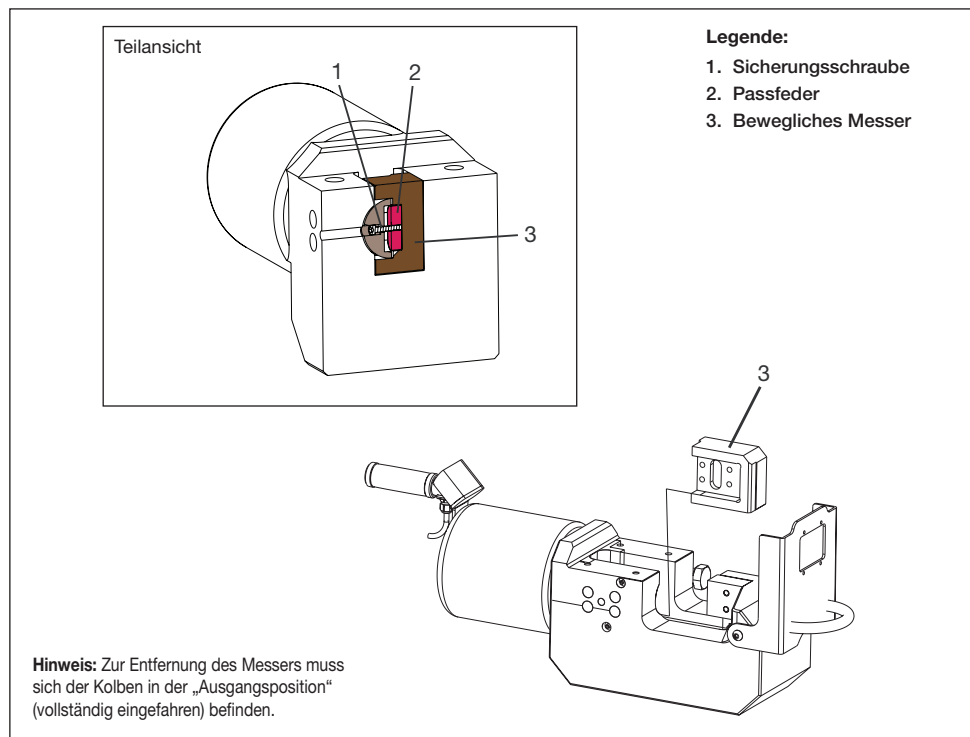

Abbildung 17, Austausch des beweglichen Messers (Ansicht 2 von 2)
7. Lösen Sie die Sicherungsschraube der Passfeder (Abbildung 17, Element 1). Lösen Sie die Schraube soweit, bis diese vollständig von der Gewindebohrung in der Passfeder abgeschraubt ist (Abbildung 17, Element 2).
8. Drücken Sie mit einem Schraubenzieher vorsichtig auf das Ende der Sicherungsschraube der Passfeder (Abbildung 17, Element 1), sodass die Passfeder (Abbildung 17, Element 2) vollständig in den Kanal an der Seite des beweglichen Messers (Abbildung 17, Element 3) geschoben wird.
9. Ziehen Sie das verschlissene bewegliche Messer und die Passfeder (Abbildung 17, Elemente 2 und 3) heraus und entfernen Sie diese.
10. Entfernen Sie die Sicherungsschraube der Passfeder (Abbildung 17, Element 1).
11. Bringen Sie die neue Passfeder (Abbildung 17, Element 2) in der Passfedernut des neuen beweglichen Messers an (Abbildung 17, Element 3).
12. Setzen Sie das neue bewegliche Messer (Abbildung 17, Element 3) in den Messerschlitz ein.
13. Schieben Sie die neue Sicherungsschraube der Passfeder (Abbildung 17, Element 1) durch das Loch an der Seite des Schneidkopfs.
14. Schrauben Sie die Gewinde der Sicherungsschraube der Passfeder (Abbildung 17, Element 1) in die Innengewinde der Passfeder (Abbildung 17, Element 2).
15. Ziehen Sie die Sicherungsschraube der Passfeder (Abbildung 17, Element 1) an, um die Passfeder (Abbildung 17, Element 2) in die Passfedernut des Zylinderkolbens zu drücken. Drehmoment 10,3 Nm [91 in-lb].